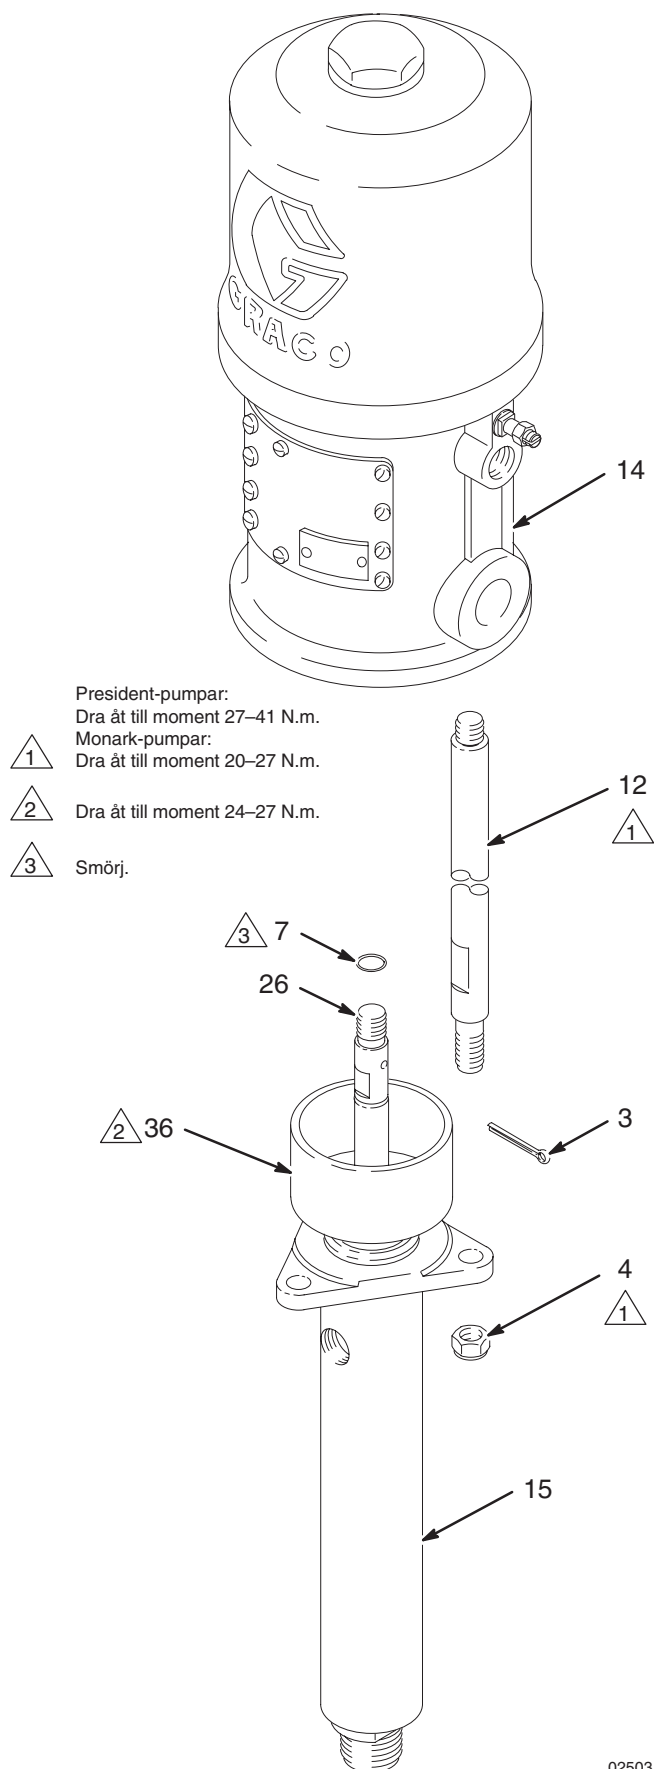

Fig. 4
3. Se Fig. 4. (Beträffande modell 221075, se också sprängskissen på sidan 16.) Skruva loss låsmuttrarna (4) på dragstängerna (12). Ta bort stiftet (3). Skruva loss kolvstången (26) från luftmotorn (14) eller vevstaken (37, endast modell 221075). Dra försiktigt av kolvpumpen (15) från luftmotorn (14). Kontrollera o-ringen (7).
1. Fetta in o-ringen (7) och sätt på den på kolvstången (26). Rikta pumpens vätskeutlopp relativt motorns luftintag enligt noteringen i steg 2 vid **Demontering av kolvpump**. Sätt kolvpumpen (15) på dragstängerna (12). Se Fig. 4.
2. Skruva på låsmuttrarna (4) på dragstängerna (12) löst. Skruva kolvstången (26) i axeln på luftmotorn (14) eller vevstaken (37, endast modell 221075) tills stifthålen är mittför varandra. Sätt i stiftet (3).
3. Montera pumpen och anslut slangarna. Anslut jordledningen om den lossades vid reparationen. Dra åt tätmuttern/våtkoppen (36) till moment 24–27 N.m. Fyll våtkoppen med Graco halstättningsvätska eller motsvarande lösning.
4. Dra åt låsmuttrarna (4) på distansstängerna jämnt till moment enligt specifikation i Fig. 4.